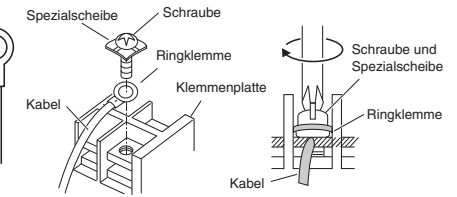

Abb. 4-6
- Die Ringklemme aufschieben, dann die vorher abgenommene Klemmschraube mit dem Schraubendreher wieder festziehen. (Abb. 4-6)